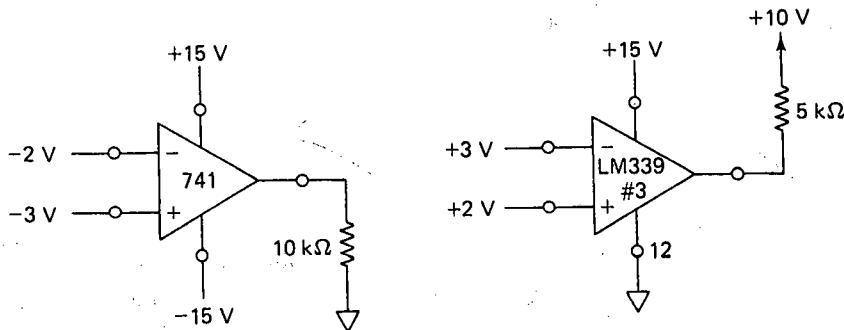

FIGURA P2-6
- 2-6. Los dos amplificadores de la figura P2-6 se fabrican en un encapsulado de 14 patas dobles en línea; (a) enumere las terminales; (b) calcule E_d ; y (c) encuentre V_o .